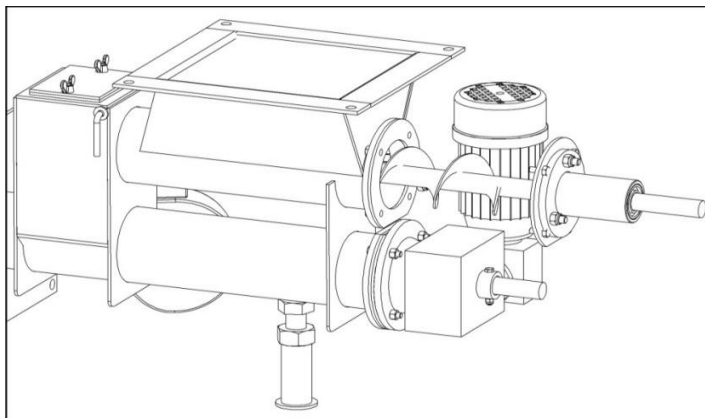

Fig 16. Scoaterea axului superior
Deschideți ușa de sus pentru a avea acces la schimbătorul de căldură. Scoateți turbionatorii din tuburi și curățați tuburile cu instrumentul adecvat. Ulterior curățați suprafața exterioară a schimbătorului de căldură cilindric cu instrumentul de curățare pentru schimbător, ca în fig. 16. Cu același instrument răzuiți cenușa și alte resturi de pe pereții laterali ai cazanului.
- Scoateți axul cu șnec împreună cu lagărele de susținere. (Fig 16).